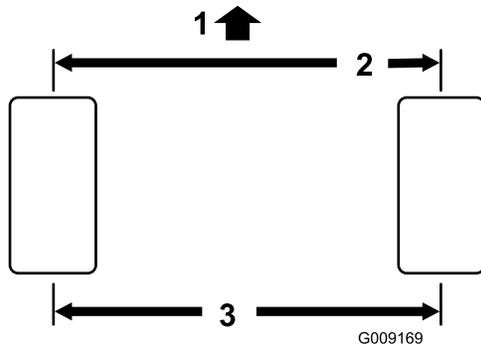

図 58
2. 後輪の前と後ろで、左右のタイヤの中央線間距離を測るアクスルの高さ位置で計測図 58。